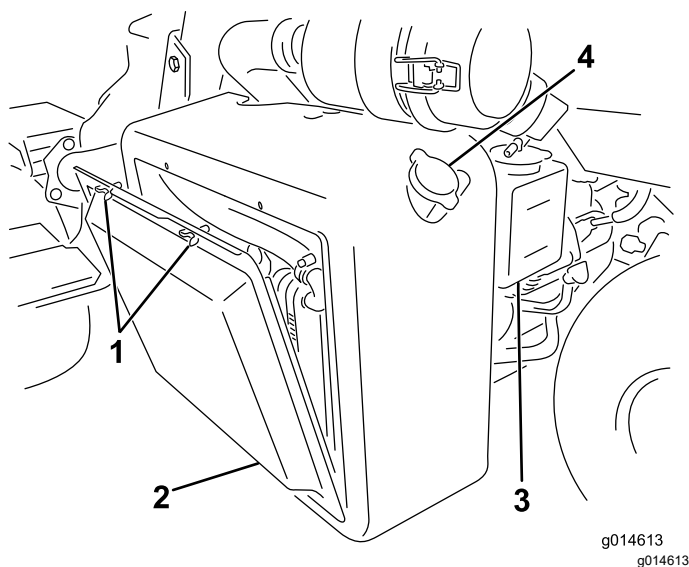
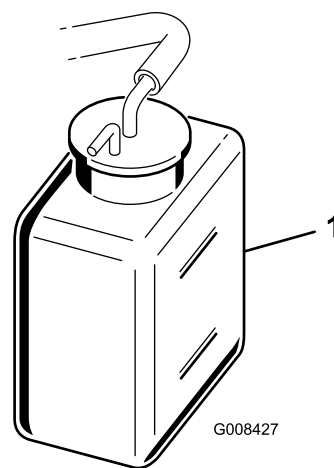

図 40
図 41
1. ラジエーターのスクリーンを外す 図 40。
2. 冷却液の量を点検する 図 40 と 図 41。